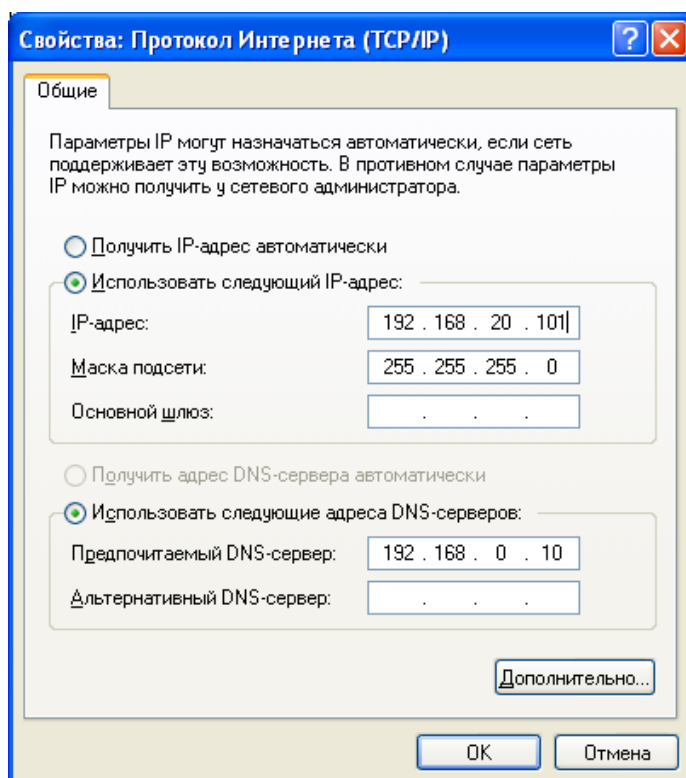

Рисунок 20
- 3) Откройте свойства сетевого подключения и в соответствующем диалогом окне (см. Рисунок 20) установите IP адрес компьютера в подсети *192.168.20.** (например 192.168.20.101, если Вы изменяете заводские установки) или в подсети, соответствующей ранее установленному IP адресу контроллера.